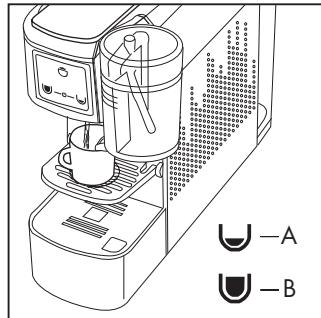

Fig. 11
Premere uno dei tasti erogazione (A) o (B) in base ai propri gusti (**Fig. 11**)